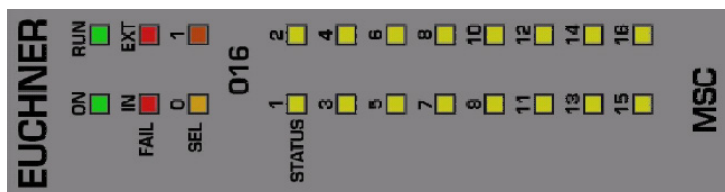

Figure 25 :
8.3.13. Module O16 (Figure 25)